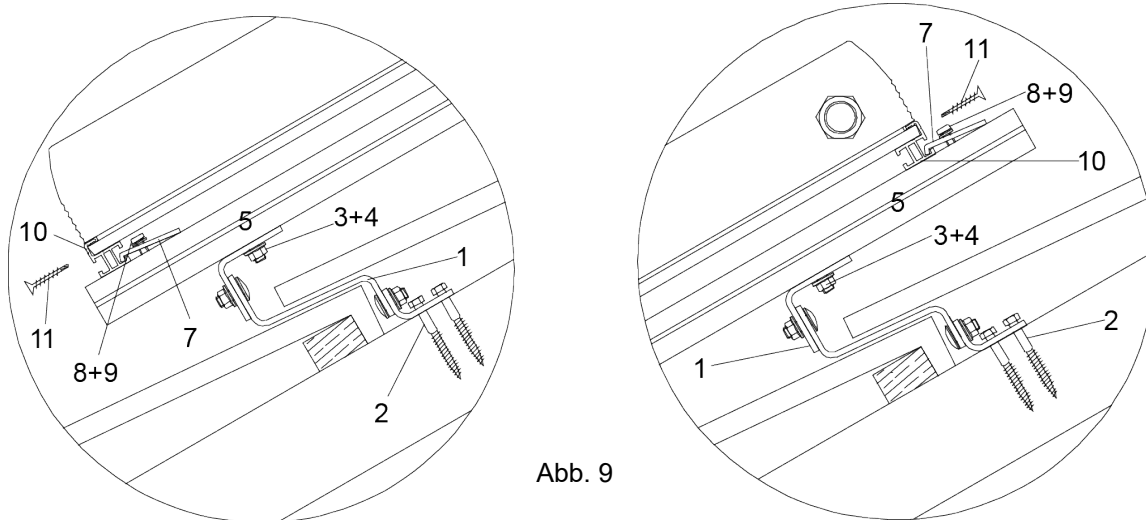

Abb. 9
10. Befestigen Sie jeden Kollektor mittels Bohrschrauben (11) unten und oben durch die bereits vorgefertigten Löcher im Befestigungsprofil (10) wie in Abb. 9 dargestellt.